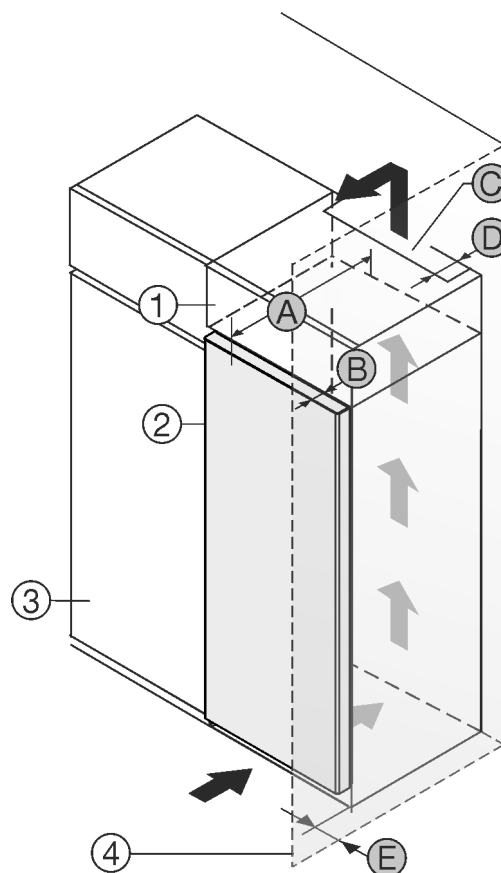

Fig. 1
- (1) Nastavná skříňka *
- (2) Přístroj *
- (3) Kuchyňská skříň *
- (4) Stěna *
- (5) Hloubka přístroje *
- (6) Hloubka dvírek *
- (7) Ventilační průřez *
- (8) Vzdálenost zadní strany přístroje *
- (9) Vzdálenost k zadní straně přístroje *
Můžete přístroj nainstalovat přímo vedle kuchyňské skříňky Fig. 1 (3)*.
Na zadní straně nastavné skříňky musí být větrací šachta hluboká Fig. 1 (D) přes celou šířku nastavné skříňky.*
Pod stropem místnosti musí být dodržen ventilační průřez Fig. 1 (C)*.
Když přístroj instalujete závěsy vedle stěny Fig. 1 (4), musí být vzdálenost mezi přístrojem a stěnou minimálně 13 mm.*
Když přístroj instalujete závěsy vedle stěny Fig. 1 (4), musí být vzdálenost mezi přístrojem a stěnou minimálně 20 mm.*
Aby bylo možné dvířka plně otevřít, musí přístroj přesahovat o hloubku dvírek Fig. 1 (B) vůči přední linii kuchyňské skříňky. V závislosti na hloubce kuchyňských skříněk Fig. 1 (3) a použití vymezočů odstup od stěny může přístroj vyčnívat dále.*